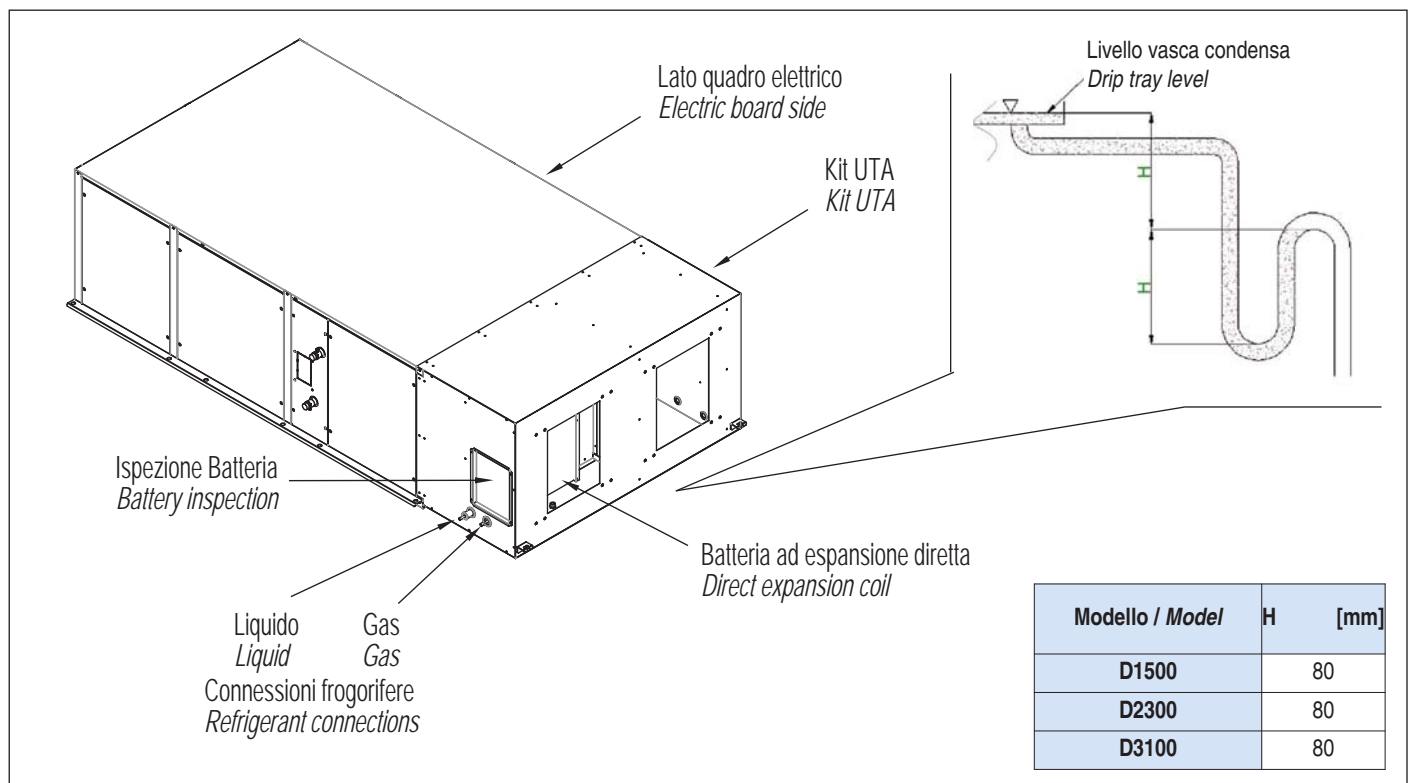

fig. 7
- Il dimensionamento e l'esecuzione dei sifoni, nel caso di vasca in depressione deve essere eseguito secondo la figura (fig. 7) e la tabella seguenti.
- The dimensioning of the siphons in the case of depressurised tray, must be done according to the following (fig. 7) and table.